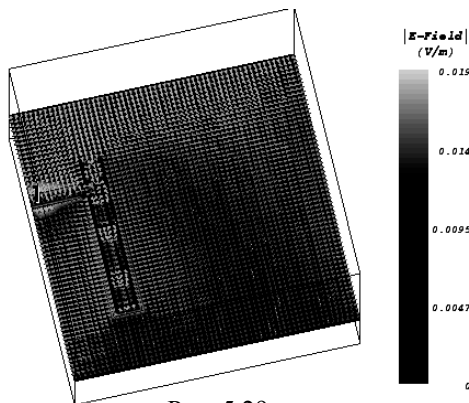

Рис. 5.29
- Выберите **Animate > Animate Play** в выпадающем меню или щёлкните левой кнопкой мышки по значку **Animate Play** на панели инструментов, чтобы просмотреть анимацию поля (рис. 5.29). Этот вид зависит от конфигурации вашего компьютера.